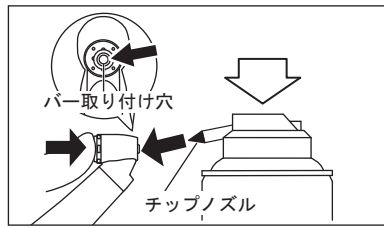

図10
- プッシュボタンを軽く押しながらパーの取り付け穴へ直接スプレー注油を行います(図10)。